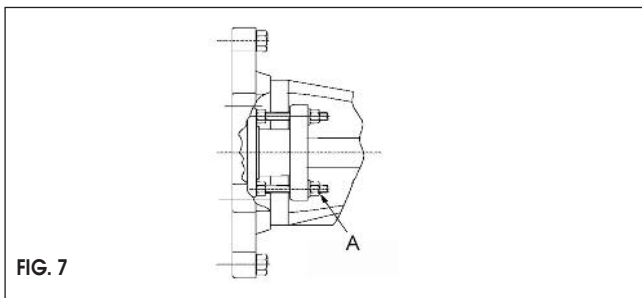

FIG. 7
10. En caso necesario puede volver a apretarse ligeramente el casquillo del prensaestopas con tuercas (fig. 7 - A).